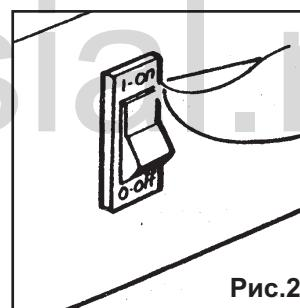

Рис.2
- Установить выключатель вентилятора в позицию I (Рис. 2) и убедиться в том, что он вращается.